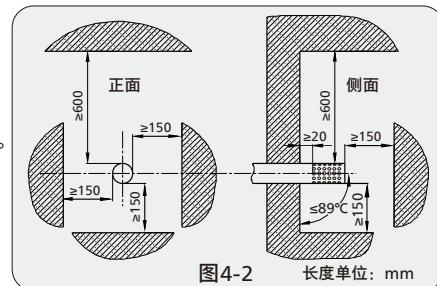

图4-2
- 8、排烟口出口必须设置在室外。热水器使用时,排气管出口可能有冷凝水滴落,安装时应注意不要影响他人。排气管出口距周围物体的间距如图4-2所示。